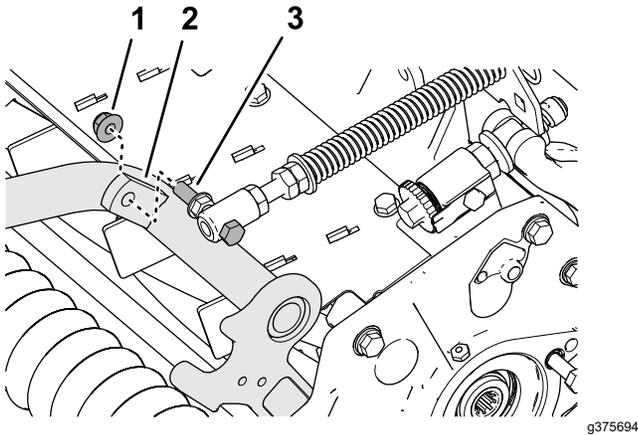

図 10
4. ターフ補正 Springs のキャップスクリューを、キャリアフレームの右側タブに組み付ける 図 10 フランジロックナット $\frac{3}{8}$ "を使用する。